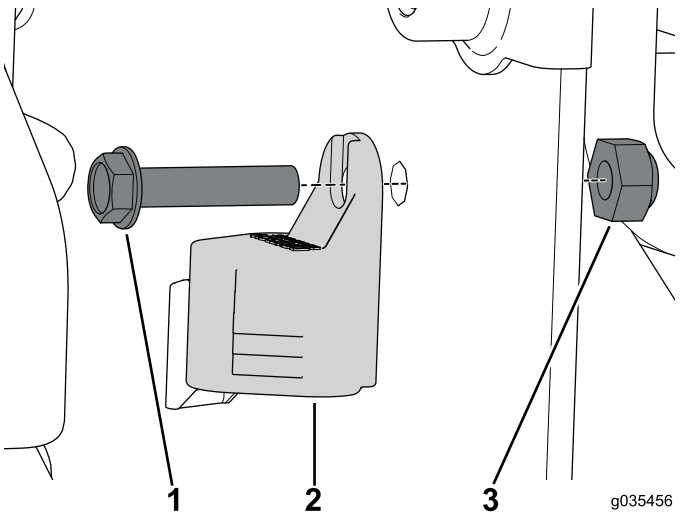

Figura 16
9. Utilice el perno (Nº 10 x 7/8") y la contratuerca para fijar la tapa del enchufe en la caja del controlador (Figura 16).